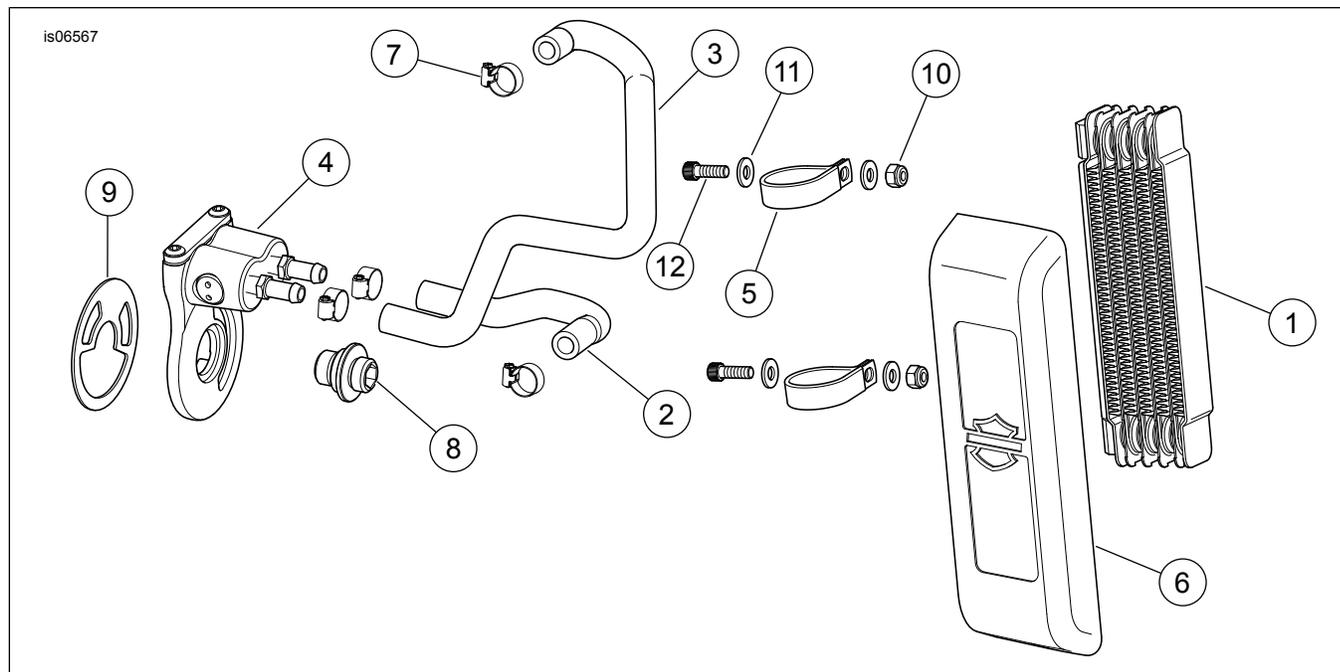

Figura 4. Parti di ricambio: Radiatore di raffreddamento dell'olio dei modelli dyna
Vedere Figura 4 e Tabella 1.
4. Vedere Figura 4. Installare il tubo flessibile superiore (3) sui risalti del radiatore di raffreddamento dell'olio. Serrare con fascetta stringitubo (7) a 0,9 N·m (8 in-lbs).
5. Installare il tubo flessibile inferiore (2) sul risalto inferiore del radiatore di raffreddamento dell'olio. Serrare con fascetta stringitubo (7) a 0,9 N·m (8 in-lbs)